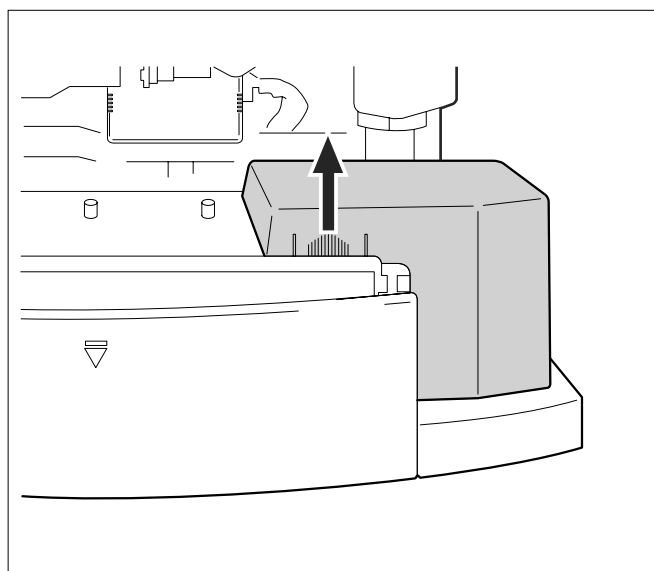

Fig. 57 Scoaterea capacului cutiei de conexiuni
- Îndepărtați capacul cutiei de conexiuni (vezi Fig. 57).